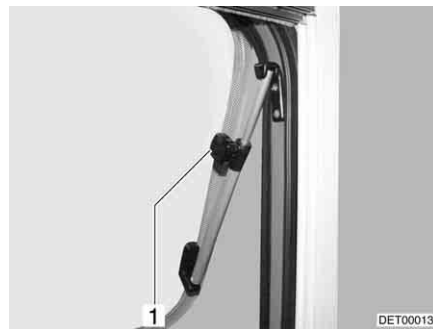

Fig. 96 Lanterneau avec bras pivotants, ouvert
- Ouvrir le lanterneau jusqu'à la position voulue et le bloquer avec la molette (Fig. 96,1).
- Tourner la molette (Fig. 96,1) jusqu'à ce que le dispositif de blocage soit libéré.